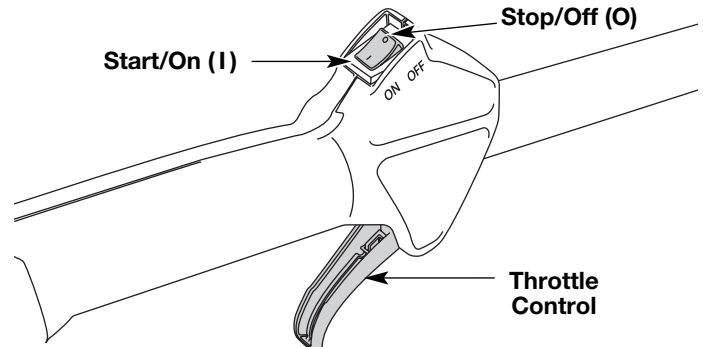

Fig. 10
3. Mettez la commande Marche/Arrêt Stop en position MARCHE (I) (Fig. 10).